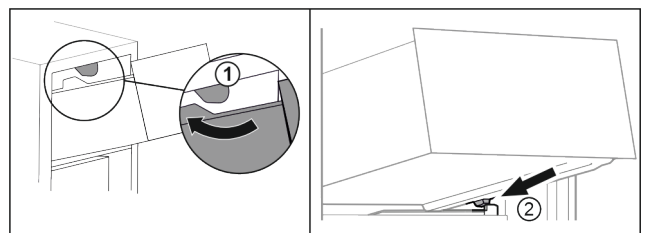

Fig. 83
- ▶ Introduzca el cajón rodeando los topos superiores. Fig. 83 (1)
- ▶ Coloque el cajón inclinado detrás de los topes inferiores sobre la nervadura para recipientes. *Fig. 83 (2)*